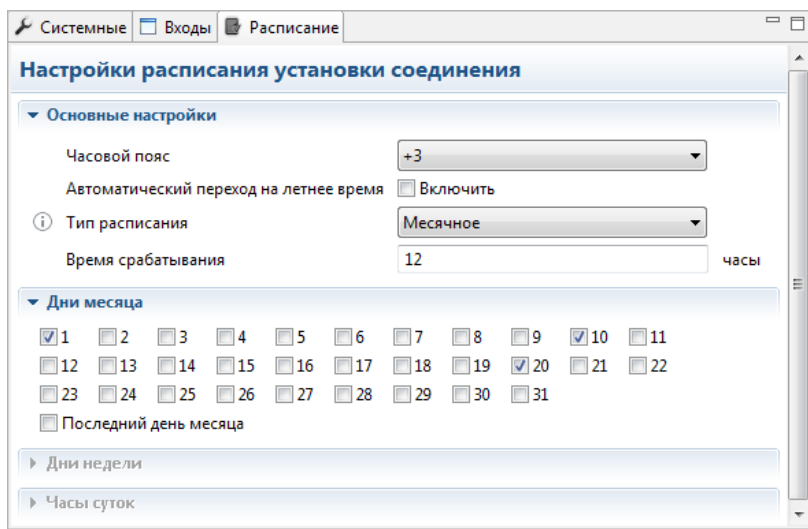

Рис.21. RTU Configuration Tool. Настройка расписания.
- **Расписание.** В УСПД предусмотрен выход на связь с сервером по расписанию (по умолчанию 3 раза в месяц - 1, 10 и 20 числа каждого месяца, в 12.00) (Рис.21). Во избежание высоких нагрузок на сервер каждое устройство выходит на связь не точно в заданное время, а с фиксированной задержкой на несколько минут вперед от указанного часа (см. 1.14. Алгоритм выхода УСПД на связь). Всего прибор поддерживает три типа расписания: